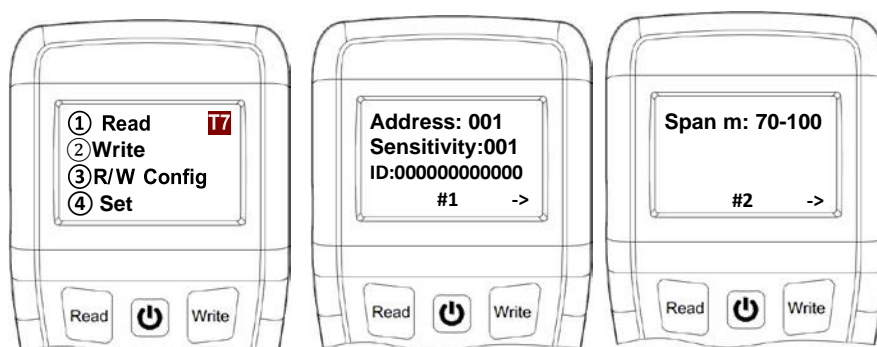

Figura 9
5. Pulse el botón "Exit" para borrar y salir. (Figura 9)